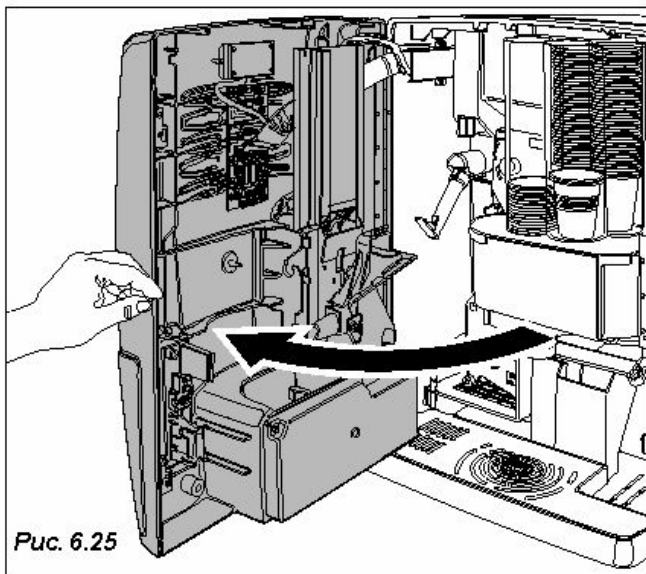
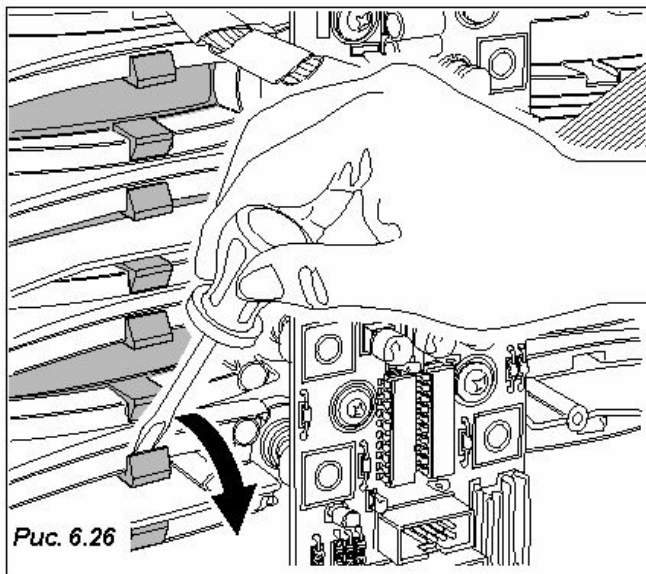

Рис. 6.25
Рис. 6.26
- Откройте переднюю дверь (Рис. 6.25) и с помощью отвертки отогните фиксаторы, удерживающие наклейки для каждой кнопки (Рис. 6.26).